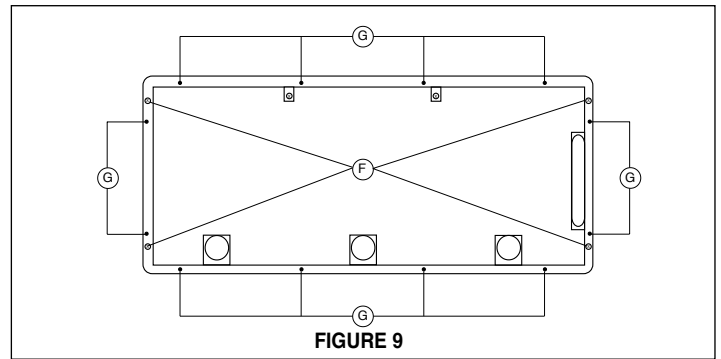

FIGURE 9
5. Installer la hotte sur l'armoire à l'aide de quatre fixations à ressort, deux de chaque côté de la hotte. Utiliser un tournevis Phillips et serrer la vis de reglement (**F de la FIGURE 9**) tandis que les fixations s'attachent fortement à la surface.
6. **IMPORTANT:** Installer la hotte sur l'armoire à l'aide des 12 vis (non incluses) dans les trous (**G de la FIGURE 9**).